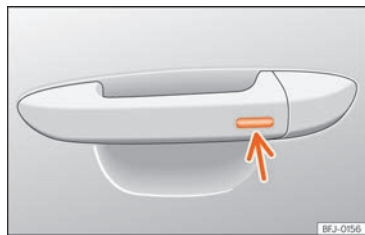

Fig. 94 Poignée de porte : surface sensible.
- Appuyez un doigt pendant quelques secondes sur la surface sensible de verrouillage » **fig. 94** (flèche) de la poignée de porte jusqu'à ce que le toit ouvrant se ferme. Si vous cessez de toucher la surface sensible, la fonction d'ouverture/fermeture s'interrompt.